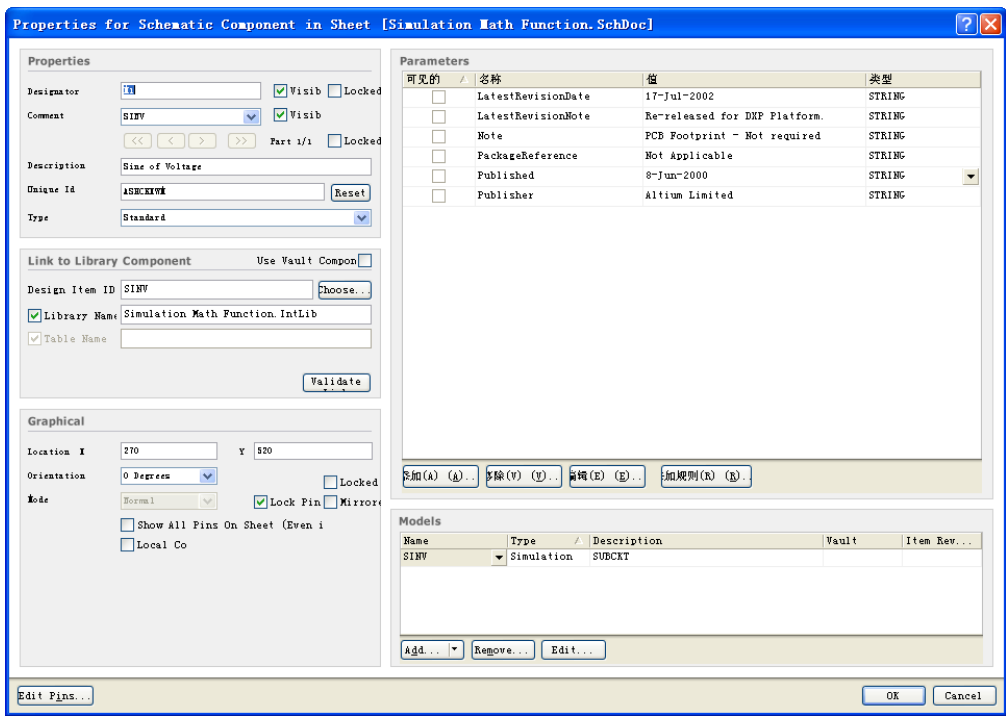

图 12-16 “Properties for Schematic Component in Sheet” 对话框
- Step6** 双击每一个仿真数学函数,进行参数设置,在弹出“Properties for Schematic Component in Sheet (电路图中的元件属性)”对话框中,只需设置标识符,如图 12-16 所示。